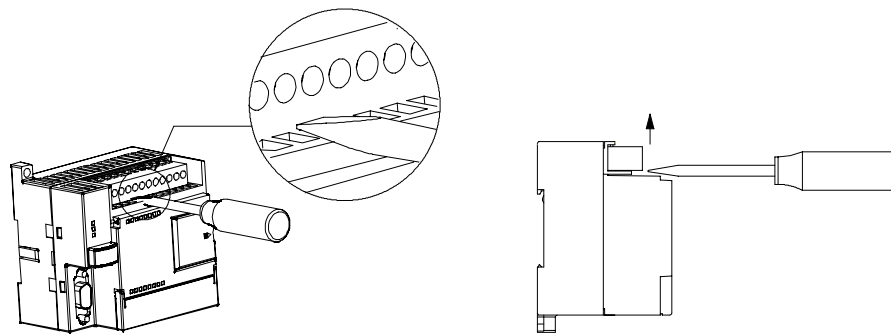

Figure 3-2 Démontage du connecteur
3. Détachez le connecteur terminal du boîtier du S7-200 en faisant levier sur le tournevis (voir figure 3-2).